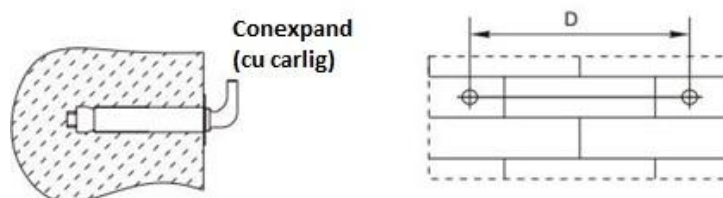

Fig.1
- (1) Acest boiler va fi instalat pe un perete solid. Daca rezistenta peretelui nu poate suporta sarcina egala cu de doua ori greutatea totala a boilerului umplut cu apa, este necesara instalarea unui suport special.
- (2) Dupa selectarea unei locatii adecvate, determinati pozitia celor doua gauri de instalare utilizate pentru conexiunile cu carlig. Conform desenului pentru dimensiunea D (vezi tabel 1), utilizati o bormasina cu impact pentru cele 2 gauri $\varnothing 16$ si 80mm adancime pe un perete solid. Gaurile trebuie sa fie pe aceeasi linie orizontala. Introduceti conexiunile cu carligul in sus, strangeti piulitele pentru a-le fixa ferm si apoi fixati boilerul de ele (vezi Fig. 1).